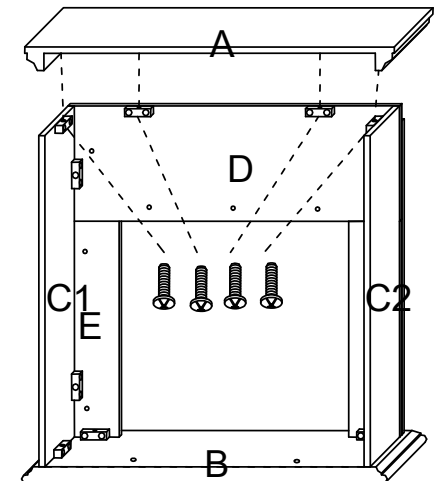

Figura 6
Instale el PRINCIPAL PANEL (UN) a la asamblea terminada con 4 KD SCEWS (U). Vea Figura 6.